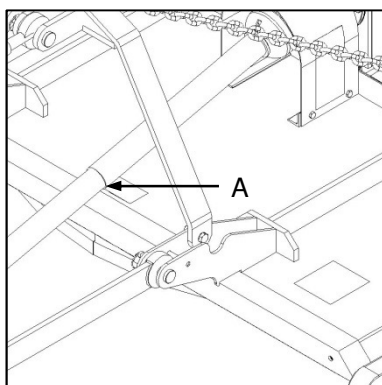

Fig. 2
- ✔ Following installation of the PTO shaft, lift the implement to an acceptable transport height and ensure that there is no contact between the PTO driveshaft and the implement (Fig. 2-A).
- ✔ Nadat installering van die kragaftakkeras moet die implement tot 'n aanvaarbare vervoerhoogte gelig word en maak seker dat daar geen kontak tussen die kragaftakkeras en die implement is nie (Fig. 2-A).